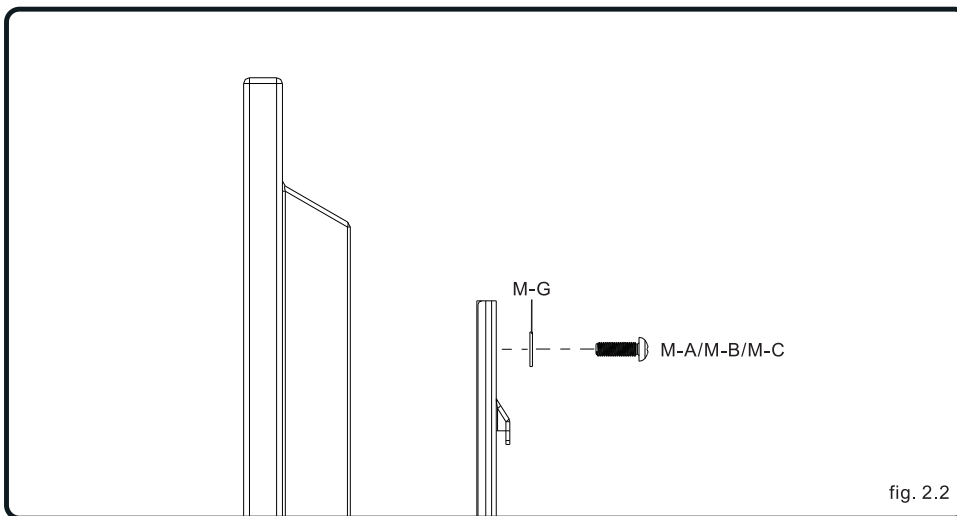

fig. 2.2
- 2** Pentru TV-uri cu spatele drept (plat) distanțierele (M-J, M-K) nu se folosesc și urmați procedura din figura 2.1. Pentru TV-urile cu spatele curbat săriți direct la pasul 2.2. Pentru a preveni zgarierea ecranului TV TFT, așezați un material textil pe o suprafață plană (masă) care poate să suporte greutatea TV-ului, apoi așezați pe materialul textil TV-ul cu fața în jos. Amplasați adaptoarele pe spatele TV-ului și centrați-le în dreptul gurilor de prindere, astfel încât poziția adaptoarelor să fie simetrică față de marginile TV-ului (fig.2.1). Utilizați suruburile din kitul de montare pentru a prinde adaptoarele de spatele TV-ului, ca și în fig. 2.2. și 2.3.
Alegeți suruburile potrivite din kitul de montare (vezi fig. 2.2). Surubul trebuie să aibă cel puțin 3 ture complete ale filetului în gaura de prindere de pe spatele TV-ului. Nu utilizați alte suruburi cu lungimi mai mari deoarece dacă sunt prea lungi se poate deteriora partea electronică din aparatul TV!